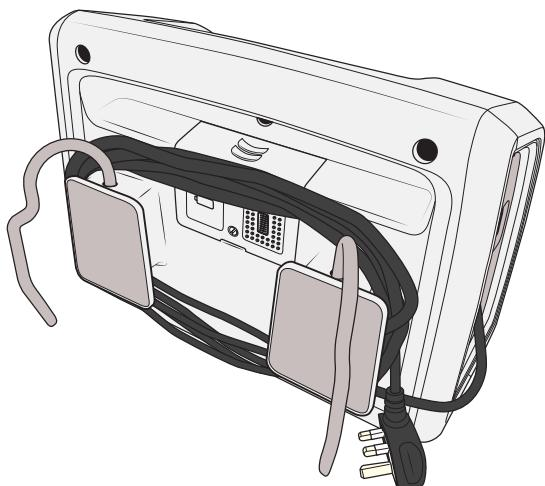

Figura 62
2. Enrolle el cable de alimentación alrededor de los soportes para colgar (consulte la figura 62).